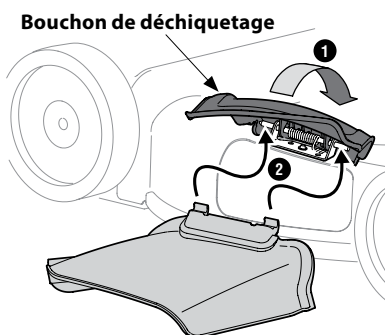

Figure 2-8
- Soulevez le bouchon de déchetage qui se trouve sur le côté de la tondeuse. Voir Figure 2-8.